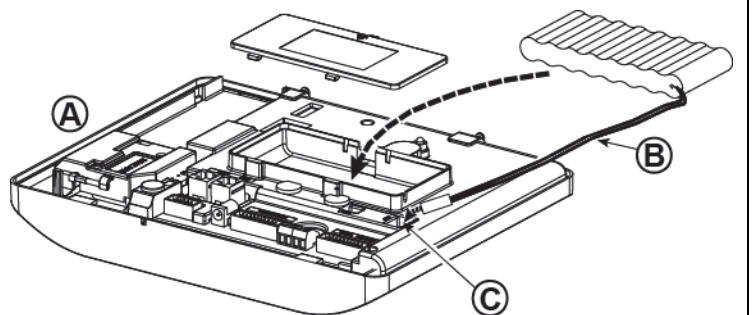

Figura 4.11 – Inserción de Batería
Abrir tapa de compartimiento de batería. Insertar un pack de 6 baterías o de 8 baterías y conecte su conector como se muestra en la Figura 4.11.
Conecte la alimentación al PowerMaster-30 G2 temporalmente (ver Figuras 4. 10ª y 4.10b). Alternativamente, puede alimentar desde la batería de respaldo, como se muestra en la Figura 4.11.
- Consulte la Figura 4.11 "Inserción de Batería".